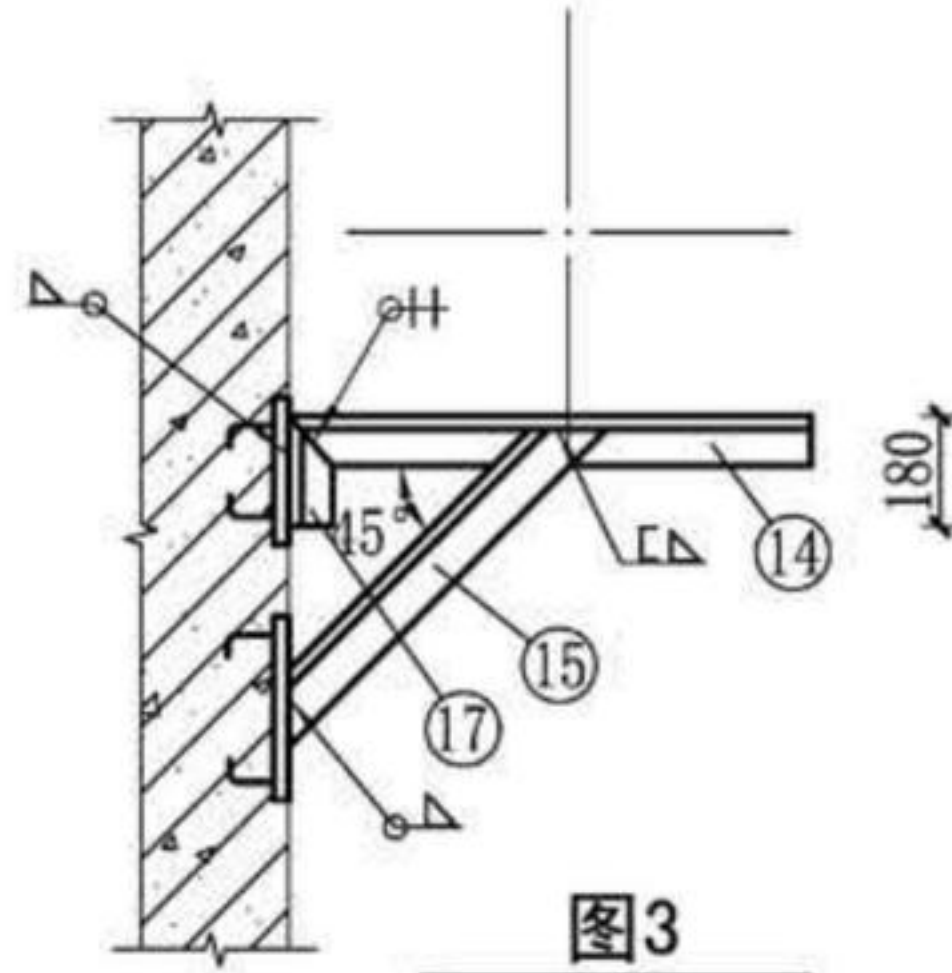

图3
3. 风管与横梁固定方式参见本图集第42页图1~图3、第43页图1~图2及第44页图1~图5。